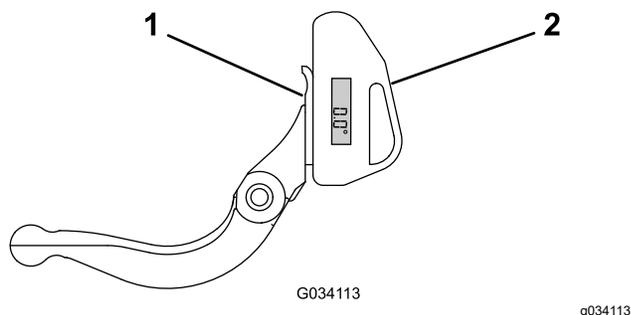

Figura 22
1. Coloque el indicador de ángulo en el lado inferior de la contracuchilla, según se muestra en Figura 22.